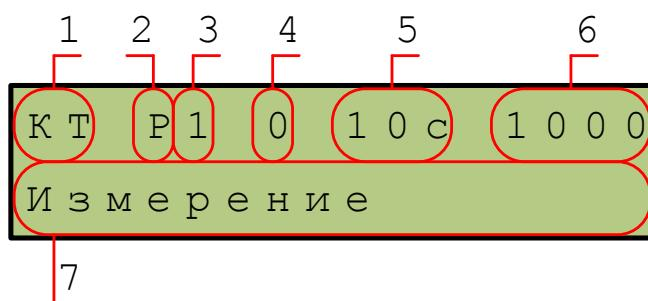

Рисунок 4.1
4.1.1 При навигации по меню (рисунок 4.1) в первой строке индикатора отображается информация об установках и режиме работы. Во второй строке индикатора указывается текущий пункт меню, выбор которого осуществляется кнопкой "ПУСК".